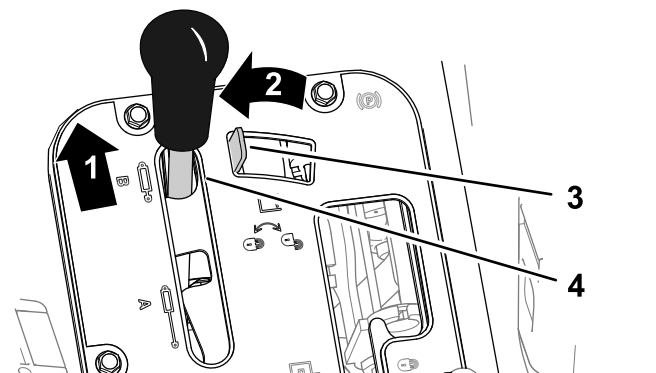
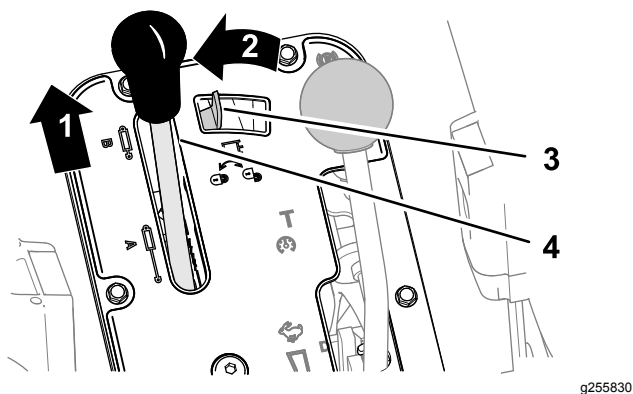

図 80
図 81
1. 油圧昇降レバーを前に押す 図 80 または 図 81。
- 油圧昇降レバーロック装置を左へ動かすとロックする 図 80 または 図 81。